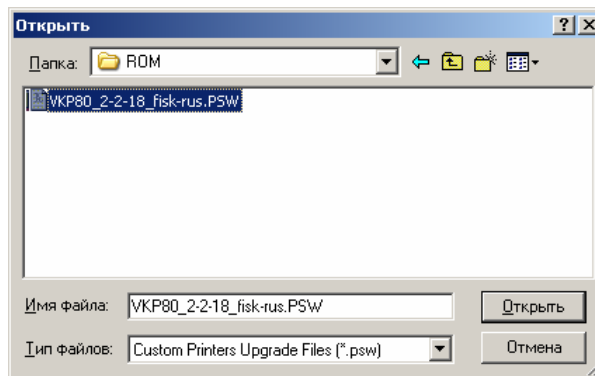

Рисунок 5 – Выбрать файл ПО.
2.8. Укажите путь к файлу с ПО (*VKP80_2-2-18_fisk-rus.PSW*) (см. рис. 5).